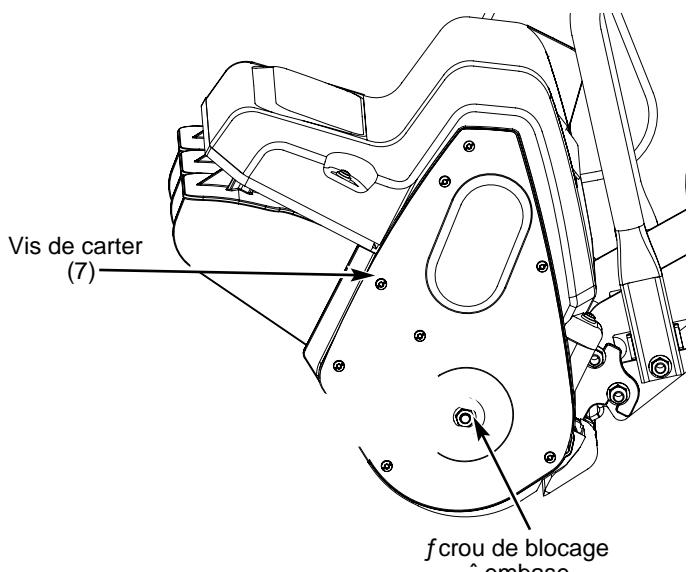

Fig. 9
1. Enlevez l'écrou de blocage à embase du carter de courroie à l'aide d'une clé ou d'un tourne-écrou (Fig. 9).
2. Retirez les sept (7) vis, qui retiennent le couvercle du boîtier de la courroie, à l'aide d'un tournevis à lame plate ou d'une molette no. T20 Torx (Fig. 9).